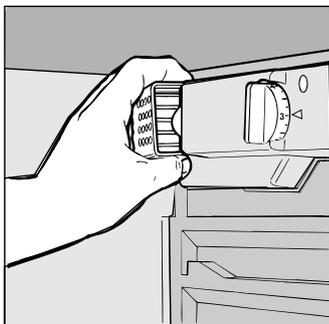

Abb. 5
- Wie tauscht man die Innenlampe aus? Am hinteren Teil des Thermostatengehäuses befindet sich die Birne für die Innenbeleuchtung. Bevor Sie diese austauschen, ziehen Sie den Stecker aus der Steckdose; schrauben Sie hierauf die defekte Birne heraus und ersetzen Sie diese durch eine neue, die nicht stärker als 15 Watt sein darf. (Siehe Abb. 5).